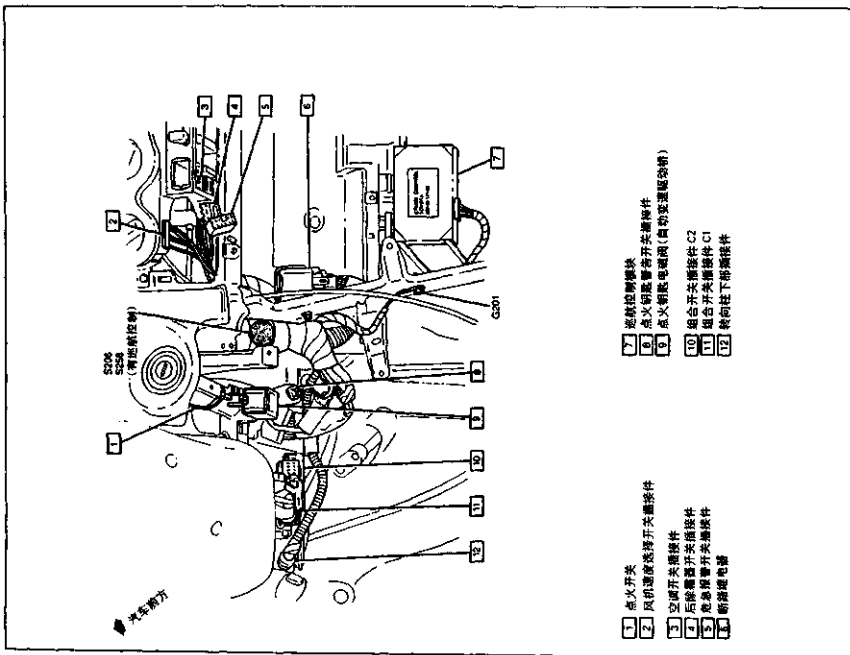

图 13-5 仪表板下部
- 接点 S256: 发动机室线束, 距电子制动控制模块 C1 插接件引出口约 9cm 图 13-5
- 接点 S258: 仪表板 1 号线束, 距 G201 引出口约 6cm 图 13-5